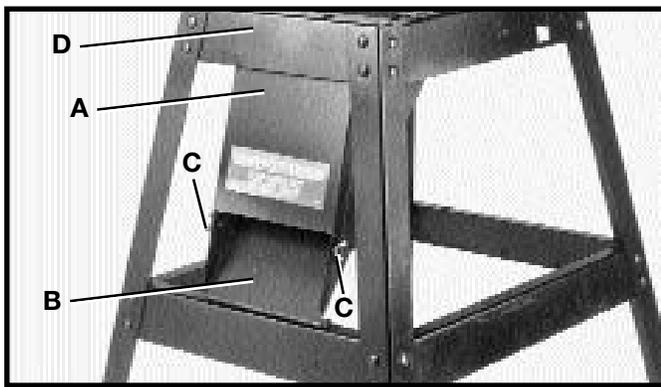

Fig. 14
1. Monte la tapadera del conducto de polvo (A) Fig. 14 al conducto de polvo (B) haciendo uso de dos tornillos de ala (C). **IMPORTANTE:** La parte superior de la tapadera del conducto de polvo (A) debe encontrarse dentro del soporte de extremo superior (D) del estante y debe tapar por completo la parte superior del conducto de polvo.
**⚠ ADVERTENCIA:** Durante el funcionamiento, la tapadera del conducto de polvo (A) debe estar montada siempre en la manera ilustrada aquí y sólo debe quitarse para ser limpiada.
1. Quite los tornillos de ala (C) Fig. 14 de la tapadera del recolector de polvo (A).